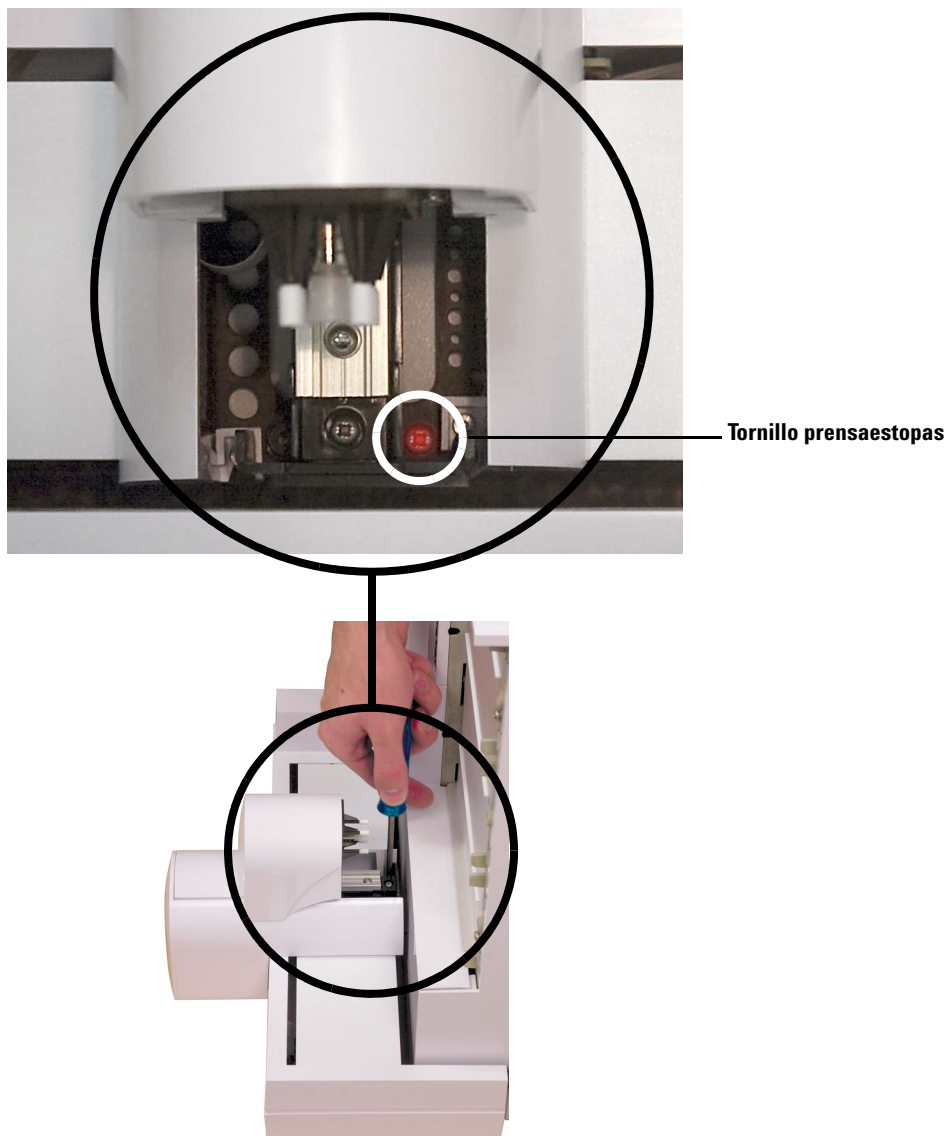

Figura 11 Extracción del tornillo prensaestopas del conjunto del puente
- 9 Retire el tornillo prensaestopas con un destornillador Phillips y unas pinzas (Figura 11).